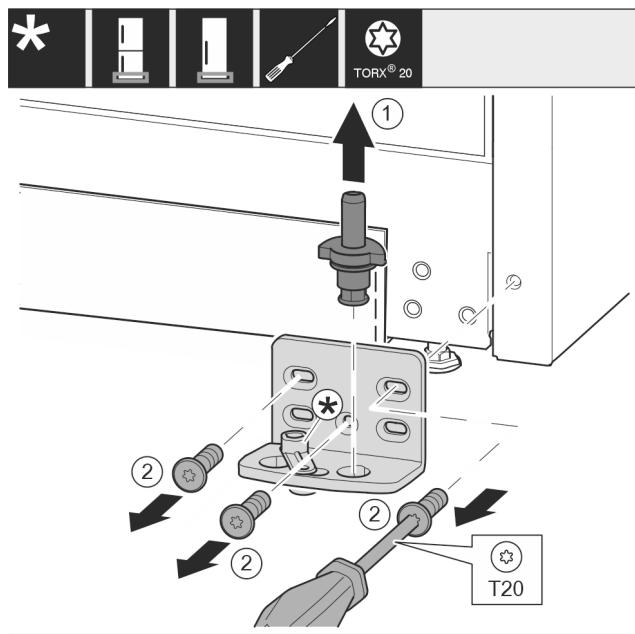

Fig. 16\*
- Lagerbolzen Fig. 16 (1) komplett nach oben herausziehen.\*
- Schrauben Fig. 16 (2) mit Schraubendreher herausdrehen und Lagerbock abnehmen.\*